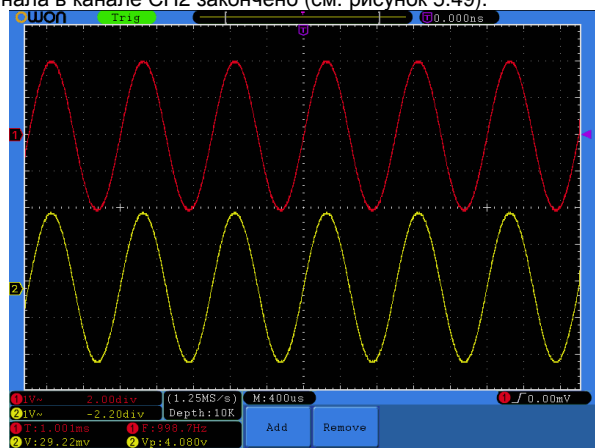

Рисунок 5.49. Автоматические измерения
12. Нажмите кнопку **F4**, и к измеряемым параметрам добавится размах сигнала. На этом добавление требуемых параметров сигнала в канале CH2 закончено (см. рисунок 5.49).